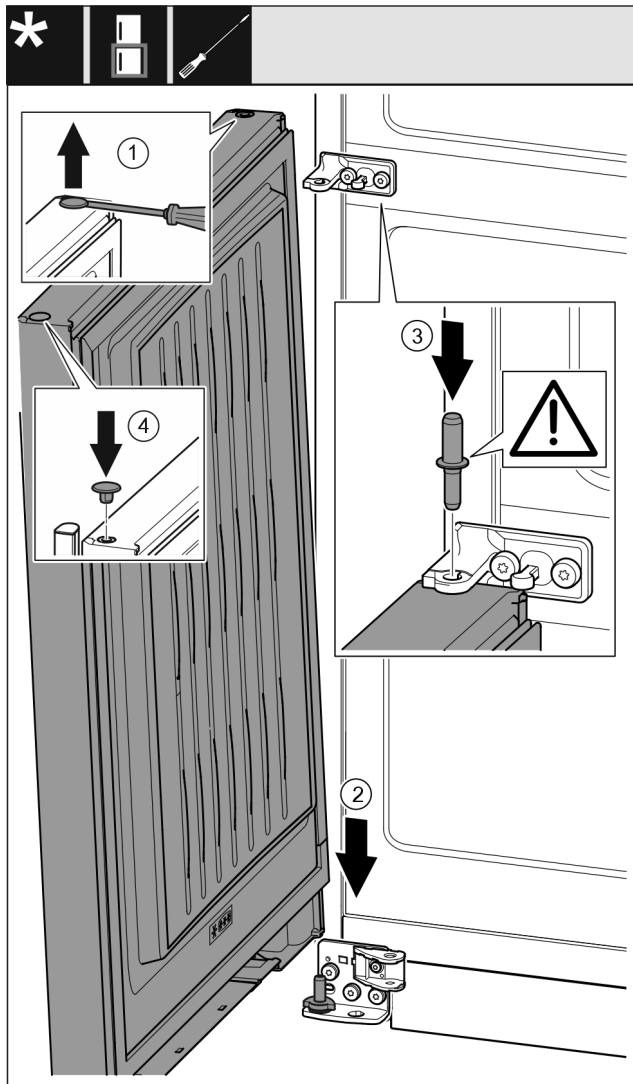

Fig. 52
- ▶ Stopfen Fig. 52 (1) vorsichtig mit einem Schlitzschraubendreher anheben und herausziehen.
- ▶ Tür Fig. 52 (2) von oben auf den unteren Lagerbolzen aufsetzen.
- ▶ Lagerbolzen Mitte Fig. 52 (3) durch Lagerbock Mitte in die untere Tür einsetzen. Dabei darauf achten, dass der Rastnocken nach hinten zeigt.
- ▶ Stopfen Fig. 52 (4) auf der anderen Türseite wieder einsetzen.